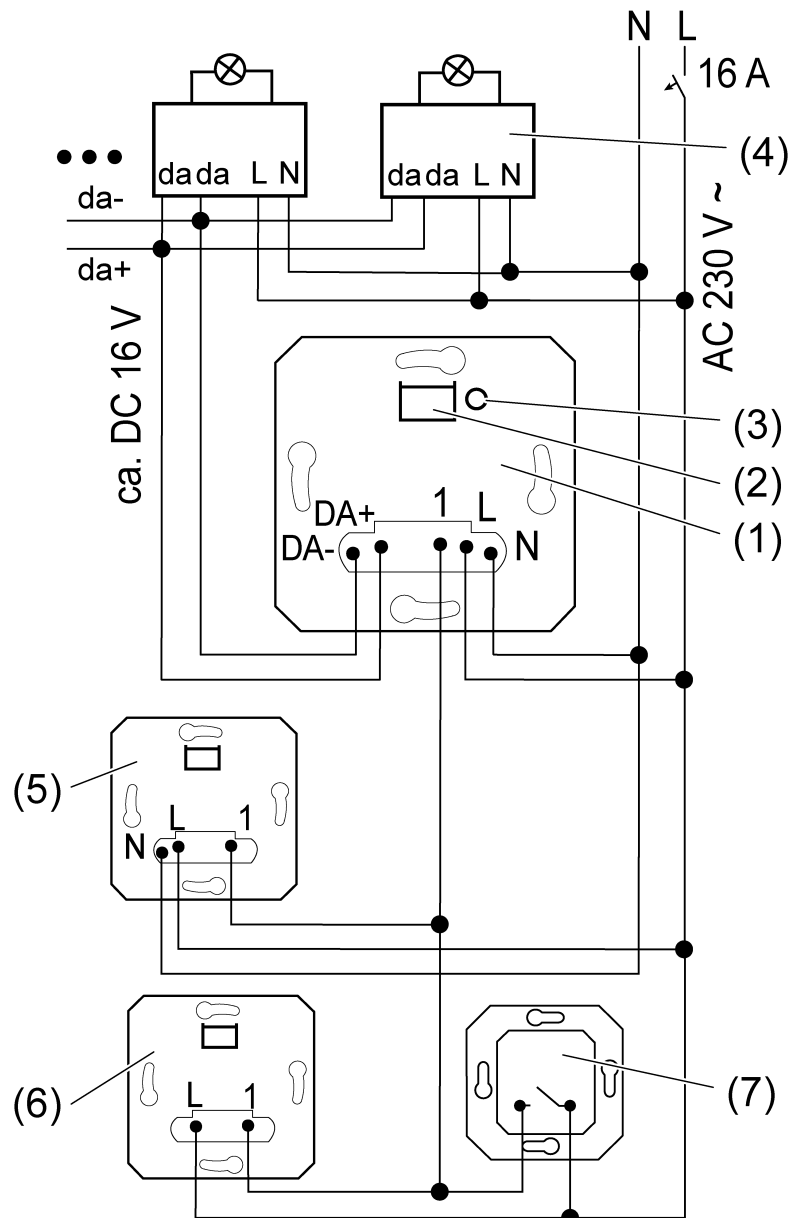

Bild 1: Anschlussplan mit optionalen Nebenstellen
- DALI Einsatz (1) und DALI Teilnehmer (4) gemäß Anschlussplan anschließen (siehe Bild 1).
- i** Durch kurze Betätigung der Taste Test (3) kann die angeschlossene Beleuchtung auch ohne Aufsatz geschaltet werden.